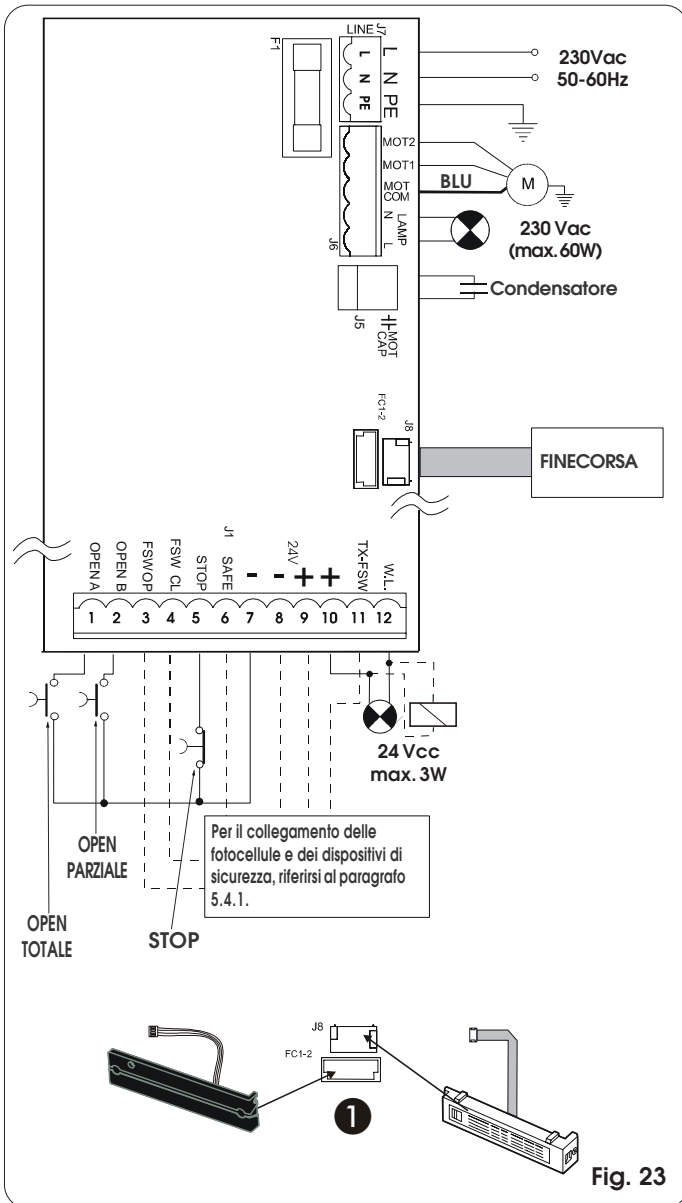

Fig. 23
**5.4.2. Morsettiera J7 - Alimentazione (fig. 23)**
**5.4.3. Morsettiera J6 - Motori e lampeggiatore (fig. 23)**
**5.4.4. Morsettiera J1 - Accessori (fig. 23)**
Connettore ad innesto rapido per il collegamento del finecorsa. Permette di collegare all'apparecchiatura sia il finecorsa MLS che quello induttivo (fig. 23 rif. 1).